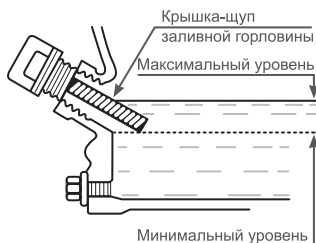

Рис.9
- Установите щуп в горловину и плотно зафиксируйте. Запустите двигатель примерно на 30 секунд, затем заглушите. Проверьте уровень масла по щупу, при необходимости откорректируйте Рис.9.